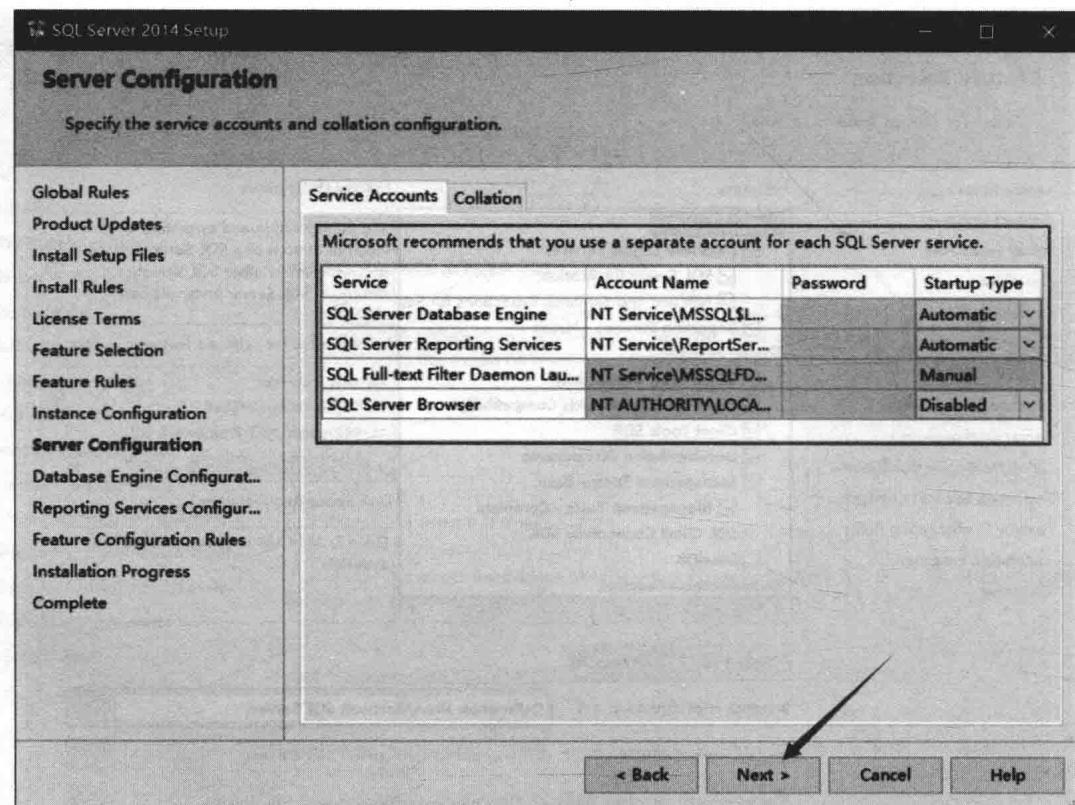

图 2-12
(7) 在弹出的【Server Configuration】对话框中按照默认的设置进行，然后单击【Next】选项，如图 2-12 所示。